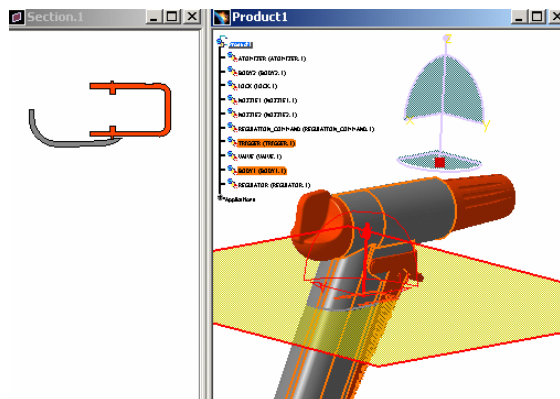

图 5-144
- 选择 X、Y 或 Z 单选按钮, 表示剖切面的方向选定的法线向量 (W 轴) 与选定的坐标轴相同。如选择 Z, 则剖切平面被定位为垂直于 Z 轴, 如图 5-144 所示。